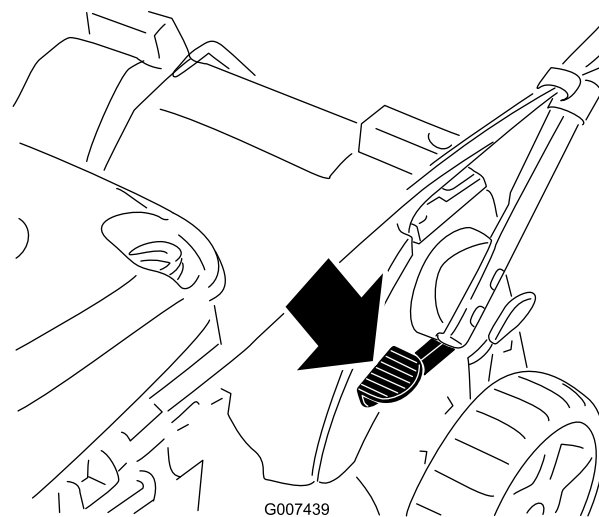

Figura 57
1. Pise el pedal y manténgalo pisado (Figura 57).